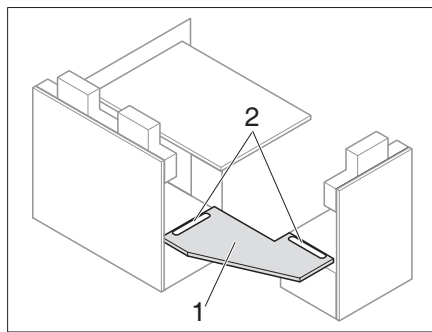
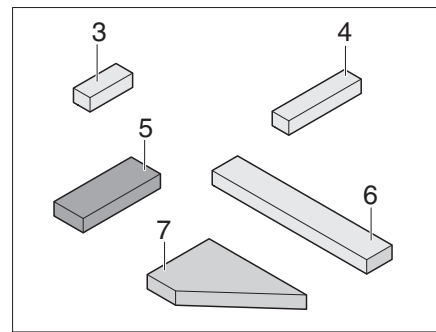
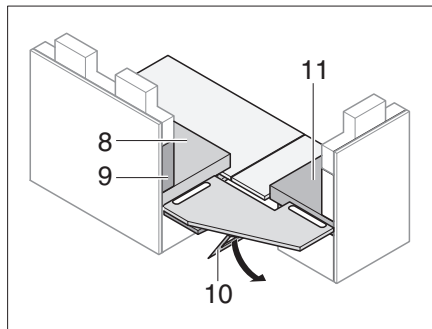
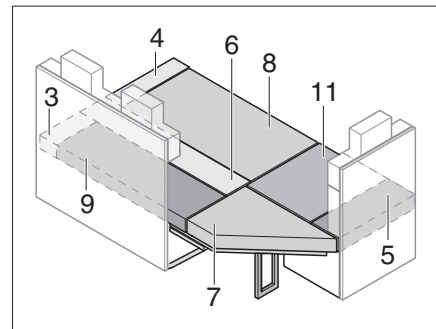

Bild 185 Verstärkungsplatte einsetzen
Bild 186 Zusatzpolster
Bild 187 Verstärkungsplatte stützen
Bild 188 Nach dem Umbau
- Verstärkungsplatte (Bild 185,1) in die Nuten (Bild 185,2) einsetzen.
- Stütze (Bild 187,10) unter der Verstärkungsplatte (Bild 185,1) ausklappen.
- Sitz-, Rücken- und Zusatzpolster wie in Bild 188 gezeigt auflegen (Die Positionsnummer beziehen sich auf Bild 186 und Bild 187).